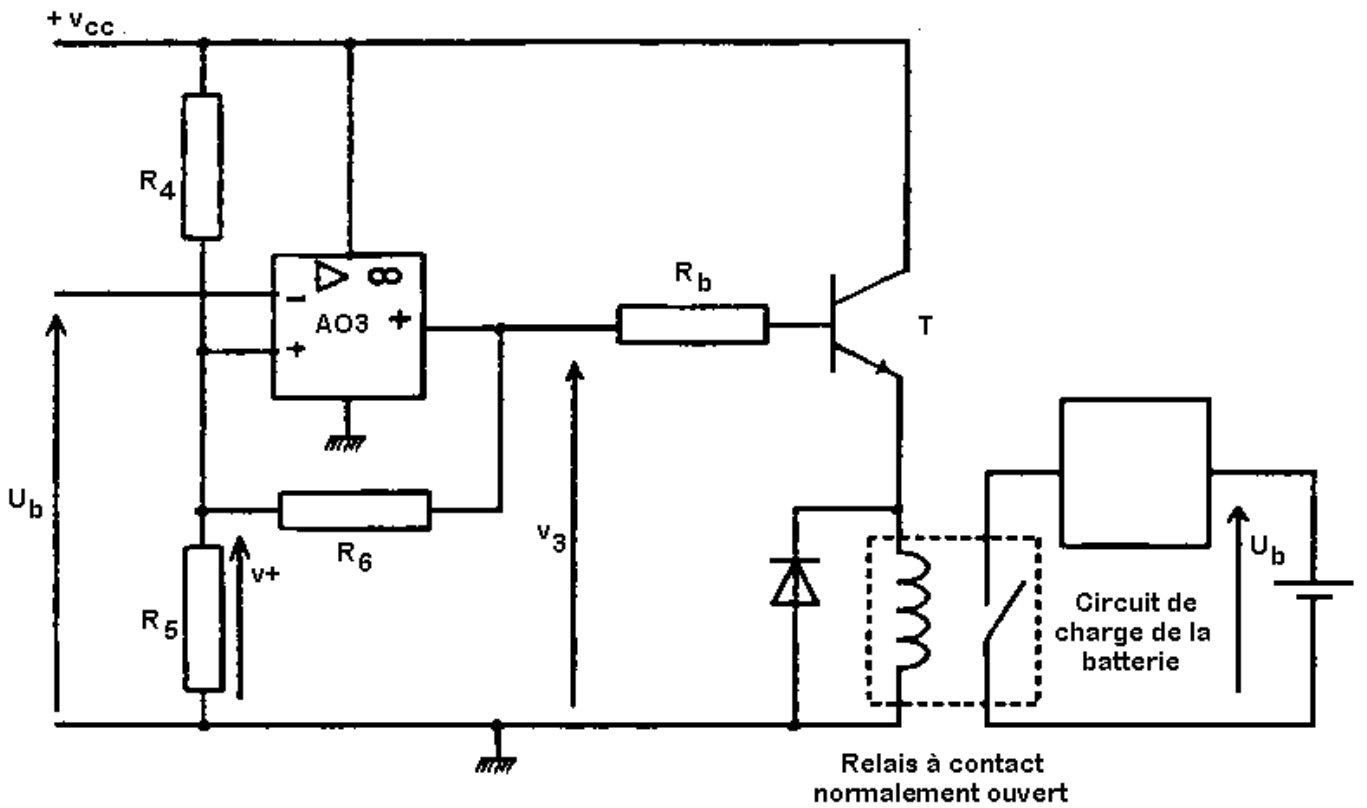

Figure 5
- II-/ Le montage de la figure 5 page 6 est un système de contrôle de fin de charge de la batterie. Ce système ouvre le circuit de charge lorsque la batterie est suffisamment chargée.